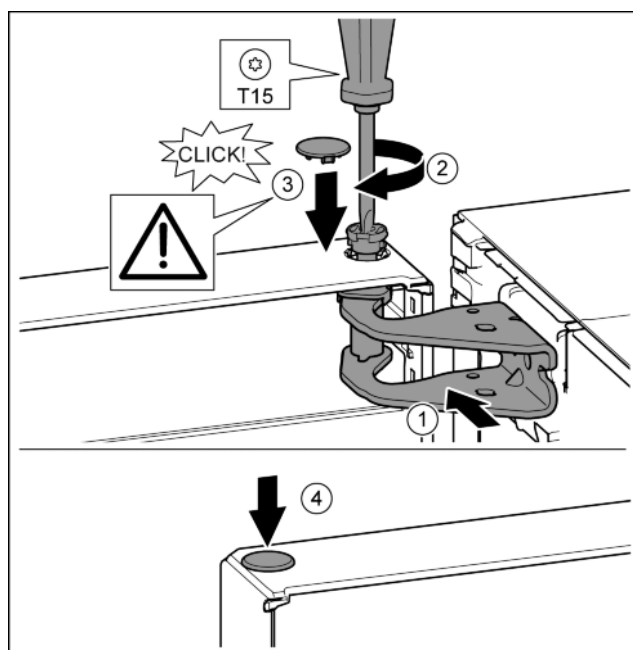

Fig. 24
- Дверь вверх выровнять по отверстию в опорном кронштейне. Fig. 24 (1)
- Вставить палец и затянуть отверткой T15. Fig. 24 (2)
- Установить предохранительную крышку для защиты двери: вставить предохранительную крышку и проверить, прилегает ли она к двери. В ином случае вставить палец полностью. Fig. 24 (3)
- Вставить заглушку. Fig. 24 (4)